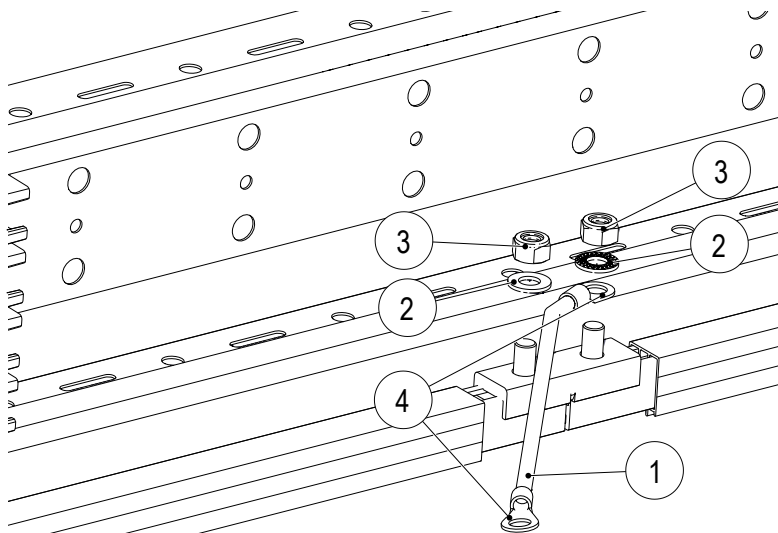

Abb. 47: PE-Leitung (1) am Verbinder der PE-Schiene montieren
1. An beiden Enden der PE-Leitung (1) jeweils einen Ringkabelschuh (4) anbringen (siehe Abb. 47).
2. An den Verbinderbolzen der PE-Schiene die PE-Leitung (1) mit Sperrkantscheibe (2) und Sechskantmutter (3) mit einem Drehmomentschlüssel (SW 13, Drehmoment: 12 Nm) anziehen (siehe Abb. 47).